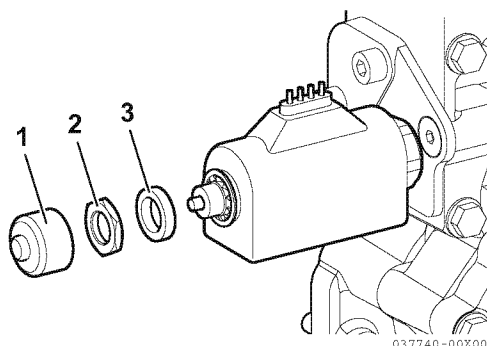

Figure 11
1. Avec le(s) moteur(s) à l'arrêt, retirez le bouchon (1, **Figure 11**), l'écrou (2, **Figure 11**) et le collier (3, **Figure 11**).